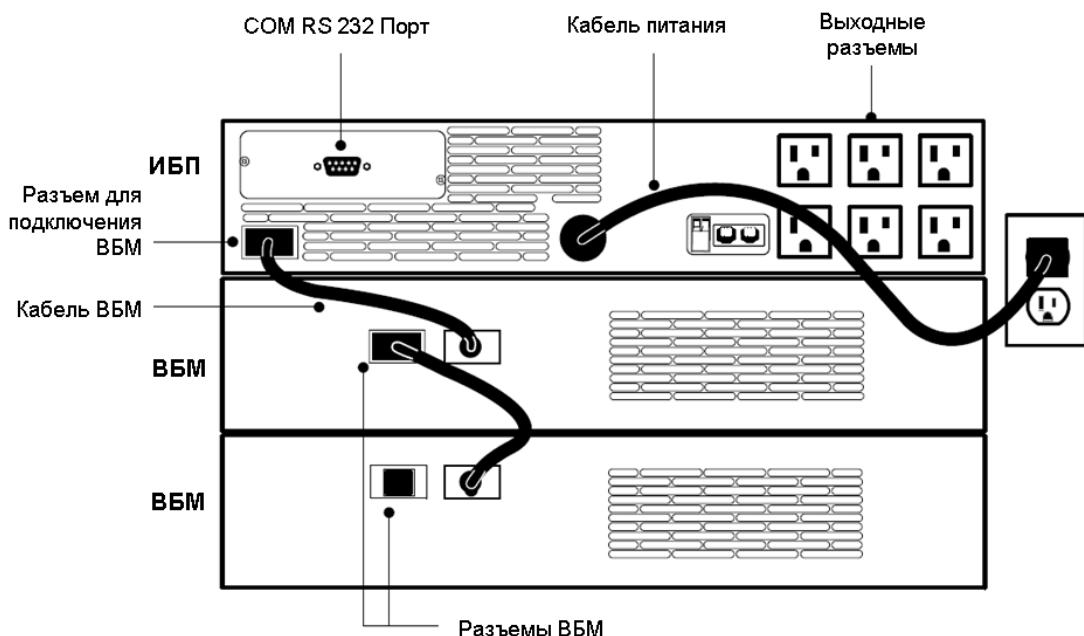

Рис. 1. Подключение ВБМ к ИБП Eaton Powerware 9125 1000 – 3000 ВА.
1. Для подключения внешнего батарейного модуля (ВБМ) к ИБП соедините кабель ВБМ с разъемом для подключения ВБМ, расположенным на задней стенке ИБП (рис.1, 2).
2. Для подключения нескольких ВБМ, выполните пункт 1 процедуры, затем последовательно подключайте другие ВБМ к разъемам, имеющимся на задних стенках ВБМ (рис. 1).